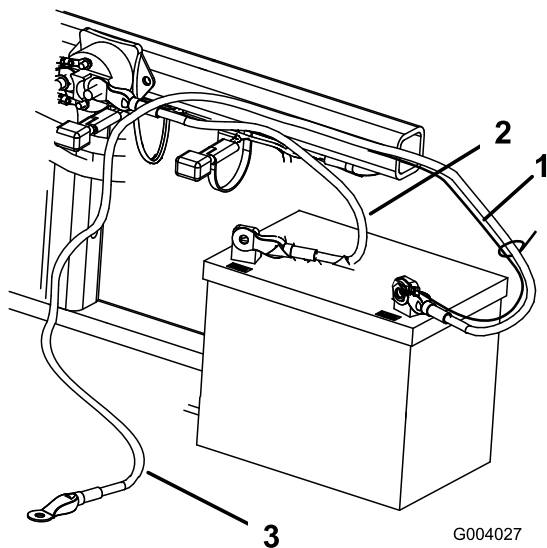

图 5
2. 用螺栓 ¼ x ⅝ 英寸和锁紧螺母将正极接线红色固定到正极+端子图 5。
3. 用螺栓  $\frac{1}{4} \times \frac{5}{8}$  英寸和锁紧螺母  $\frac{1}{4}$  英寸将小黑色接线和负极接线黑色固定到电池的负极-端子图 5。